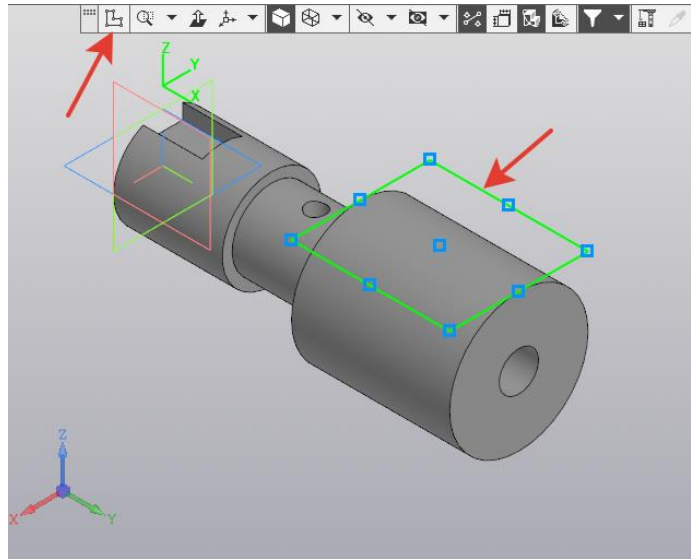

Рисунок 99.
11. Указываем касательную плоскость. Создать  Эскиз (рисунок 99).